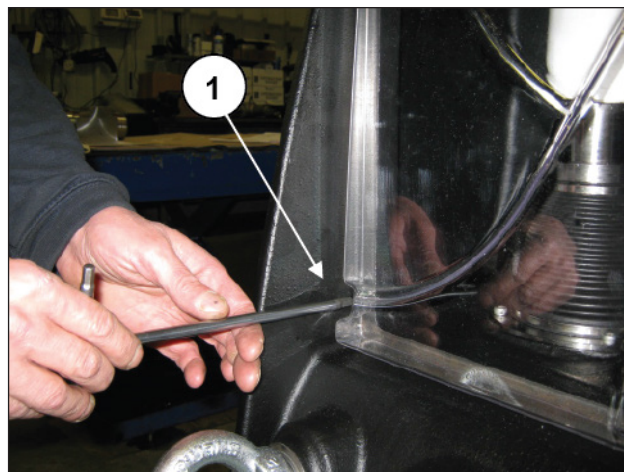

Fig. 201
Pour accéder au groupe piston, dévisser les 4 vis M6 et retirer le couvercle d'inspection supérieur (rep. ①, Fig. 200 et Fig. 201).